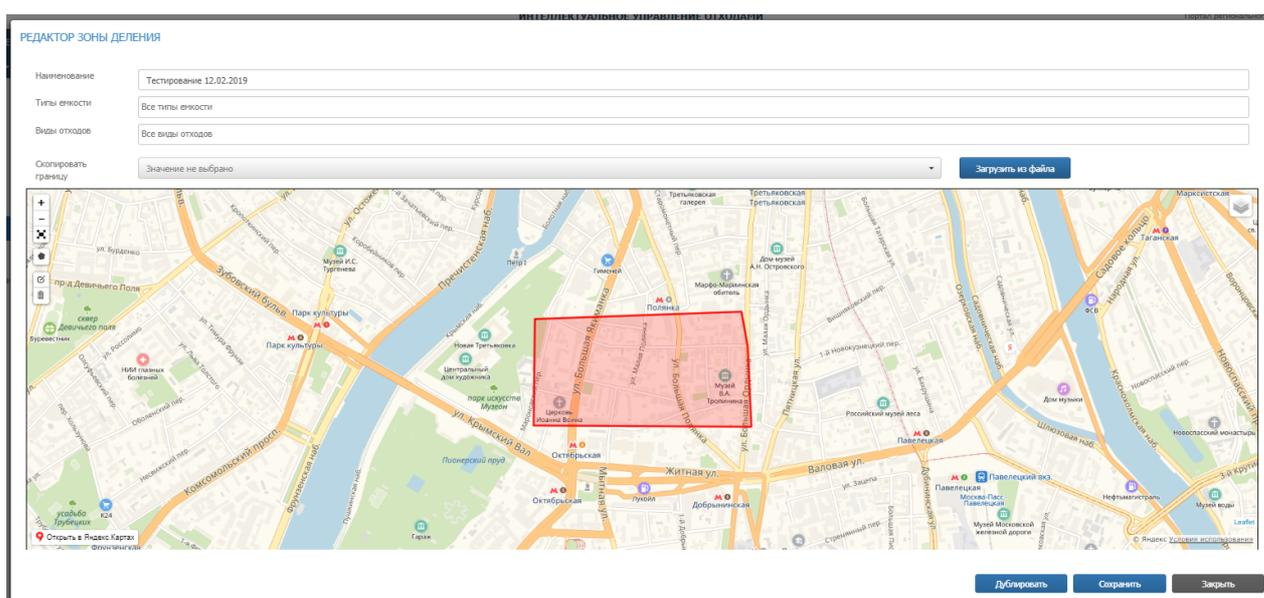

Рисунок 99. Создание геозоны на карте
- **Нарисовать геозону на карте** (Рисунок 99);